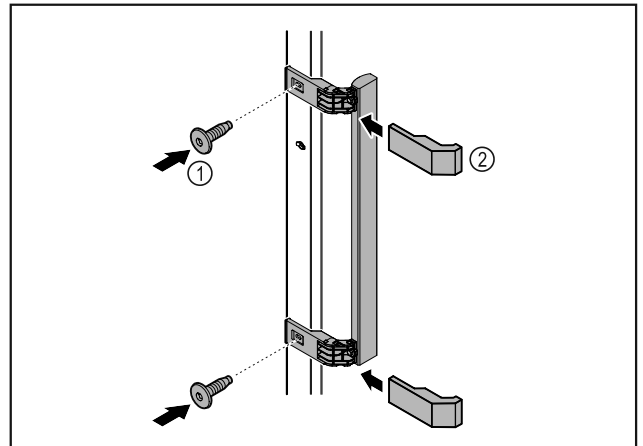

Fig. 3
- ▶ Plasser håndtaket som fulgte med, på døren med de vedlagte skruene Fig. 3 (1).
- ▶ Sett på dekslet Fig. 3 (2).